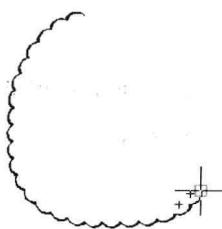

图 3-6-5
(1) 选择菜单命令“绘图/修订云线”，或单击绘图面板名称，展开面板，单击“修订云线”按钮 C ，命令行提示“最小弧长:15 最大弧长:15 样式:普通，指定起点或 [弧长(A)/对象(O)/样式(S)] <对象>”，单击一点确定起点位置。
(2) 命令行提示“沿云线路径引导十字光标...”，移动十字光标，开始绘制修订云线，如图 3-6-5 所示。